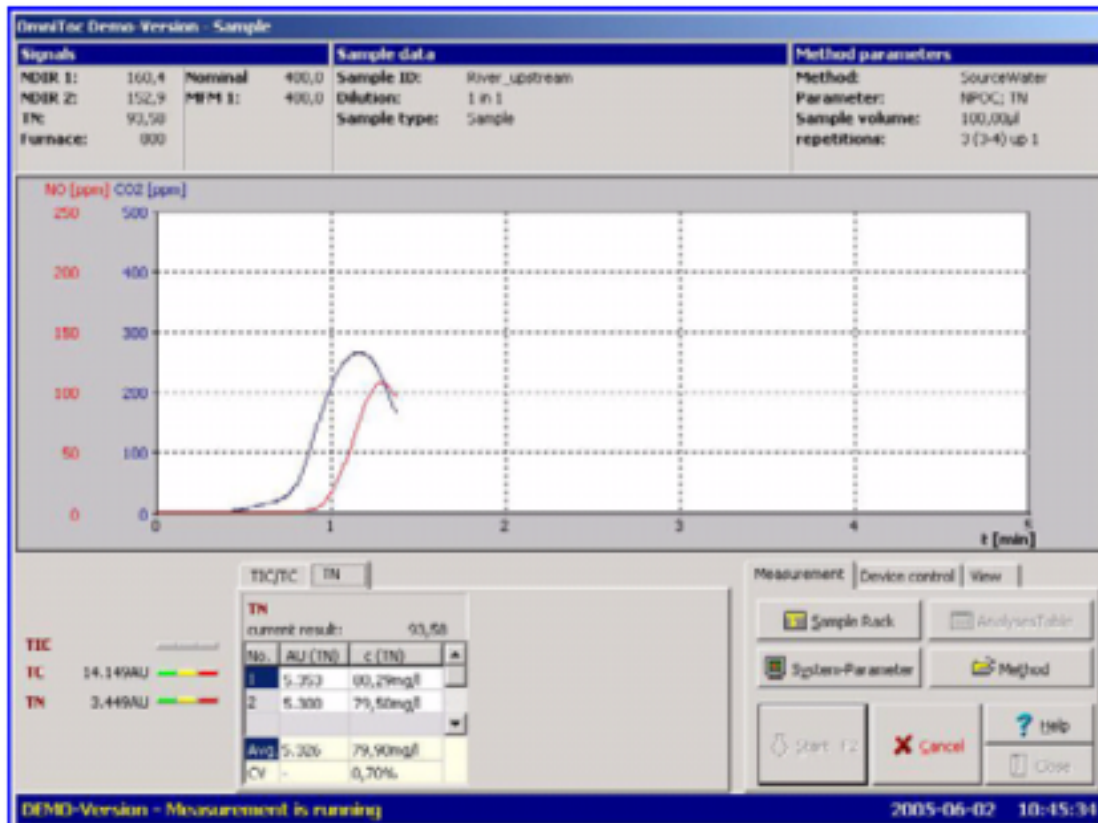

图42 Measurement (测量) 窗口
8. 在Measurement (测量) 窗口(图42和表7), 点击START F2 (开始F2)。测定结果在结果